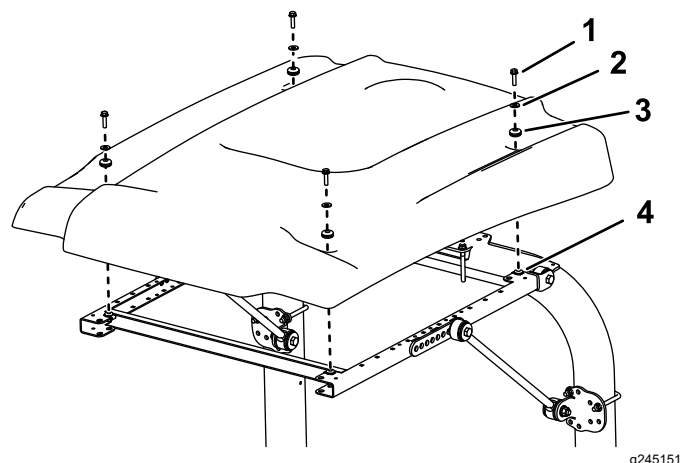

Рисунок 6
10. Выравнивая монтажные отверстия, расположите солнцезащитный навес на раме, как показано на Рисунок 6.
11. Установите каждый угол солнцезащитного навеса на раму с помощью болта с фланцевой головкой (5/16 x 1 1/4 дюйма), малой шайбы и уплотнительной втулки, не затягивая их (Рисунок 6).